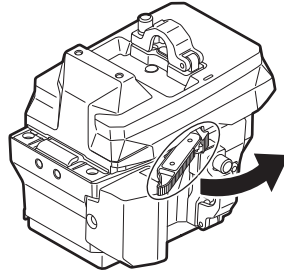

図 2
- 1 レコーディング延長モジュールリリースレバーのロックノブ（赤色）を起こしながら（図 1）、レコーディング延長モジュールリリースレバーを引く。（図 2）